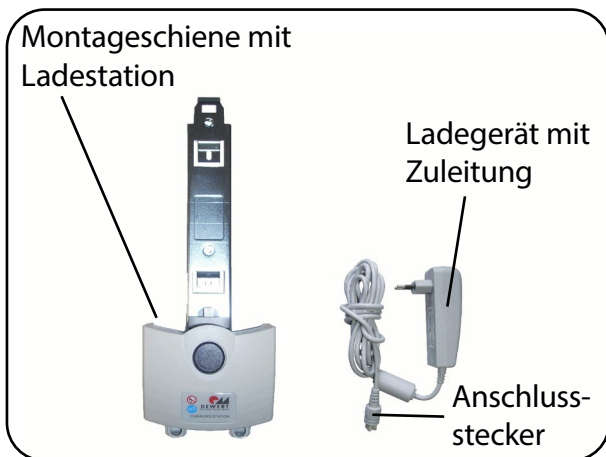
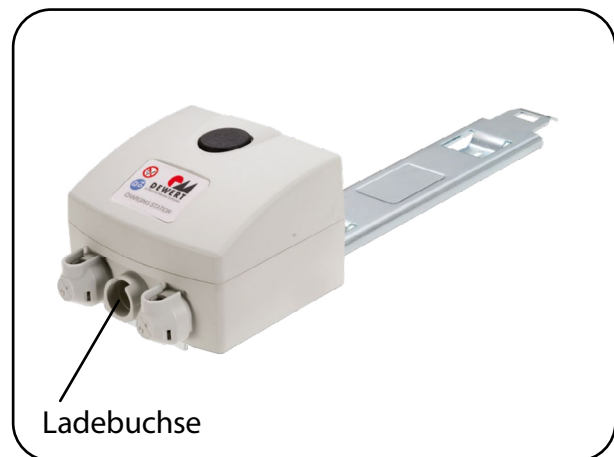

Abb. 6.3.01 – Lieferumfang Zubehör Wandladestation
Abb. 6.3.02 – Montagesschiene mit Ladestation
2. Stecken Sie den Anschlussstecker vom Ladegerät in die Ladebuchse der Wandladestation (Abb. 6.3.01 und Abb. 6.3.02).